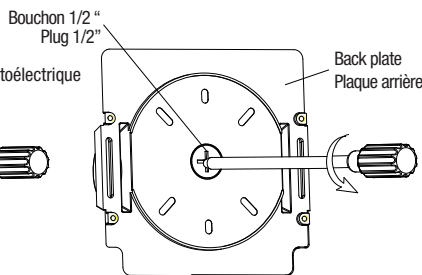

Fig. 2A
3. Remove the 1/2" back the central luminaire plug by unscrewing it (Fig. 2A).
3. Enlever le bouchon 1/2 " arrière central du luminaire en le dévissant (Fig. 2A).